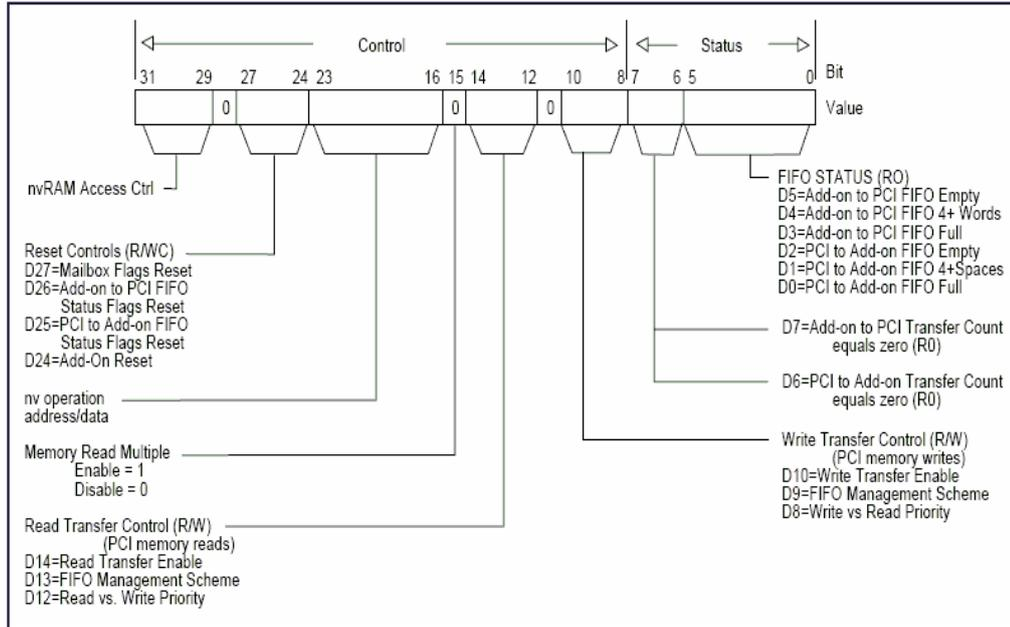

图 22 MASTER CONTROL/STATUS REGISTER (MCSR)
- 8) 主设备控制/状态寄存器 MCSR, 此寄存器的上电值为 000000E6h。此寄存器的结构如下图 22。